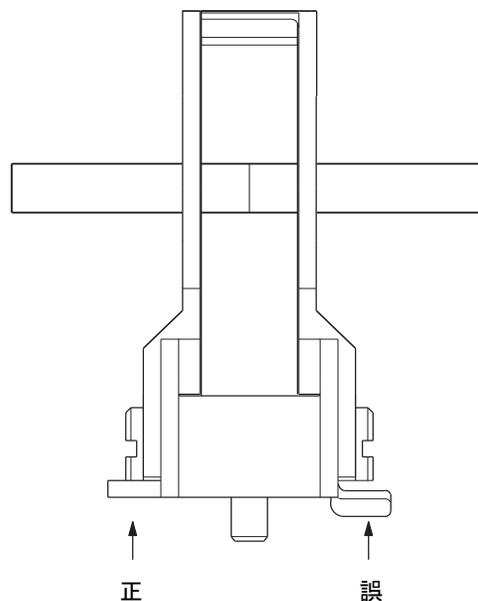
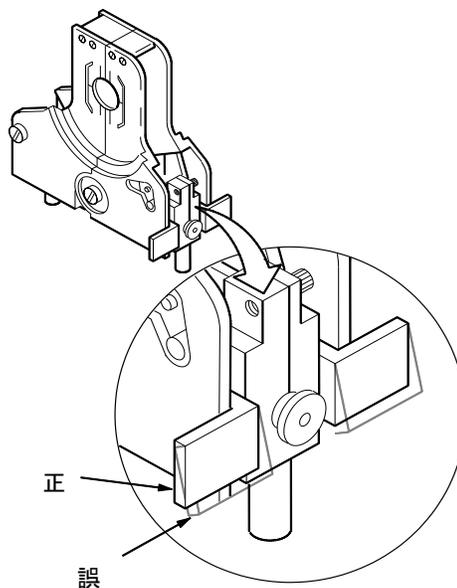

図 15: 溶接接合部とラッチの位置の確認 (シリーズ 4 のフィクスチャー)
図 16: 正しいラッチの位置 (シリーズ 8 のフィクスチャー)
3. 最初の溶接物を挿入し、溶接エンドをセンタリング・ゲージの表面に突き合わせます。フィクスチャーを閉じ、ラッチで留めます。ラッチがフィクスチャー本体に対して完全に閉じていることをご確認ください (図 15)。
6. 溶接接合部が確実に合致し、正しく位置合わせされていることを確認します (図 15)。ラッチが完全に閉じていることを確認します。図 15 (シリーズ 4) または図 16 (シリーズ 8) をご参照ください。